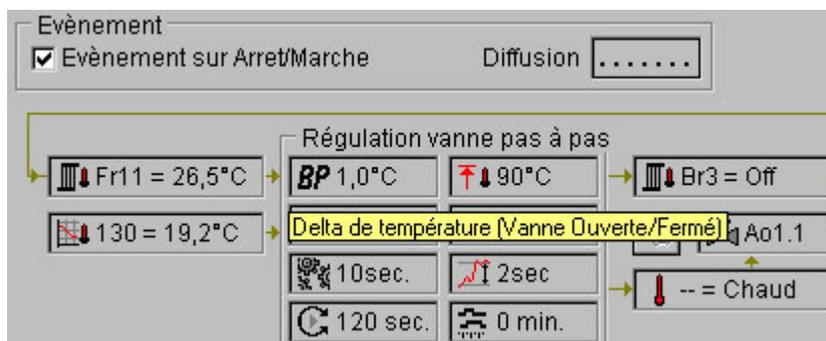

Figure 2.60 : Ressource Régulation vanne pas à pas - Delta de température
- Delta de température : il vous indique la valeur de la bande proportionnelle. Il s'agit de la différence autorisée entre la température Maxi et Mini du circuit d'eau (voir figure 2.60).